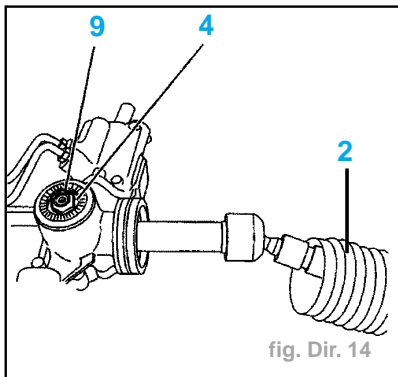

fig. Dir. 14
- le segment (5),
- le poussoir (4) avec son joint torique,
- le joint torique (3),
- le ressort (2),
- la vis (1).
- Déposer les colliers et dégager le soufflet (2) (fig. Dir. 14).